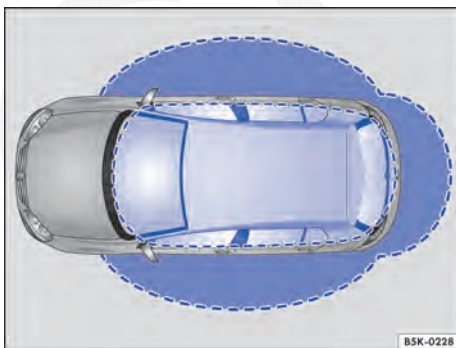

Fig. 29 Sistema de travamento e de partida Keyless Access sem chave: áreas de aproximação.
Keyless Access é um sistema de travamento e de partida sem chave, com o qual o veículo pode ser destravado e travado sem o uso efetivo da chave do veículo. Para isso, é necessário que apenas uma chave do veículo válida esteja na área de aproximação ⇒ Fig. 29 do veículo e que uma superfície dos sensores nas maçanetas das portas dianteiras ⇒ Fig. 30 seja tocada, ou o logo Volkswagen da tampa do compartimento de bagagem ⇒ Página 59 seja acionado ⇒ ①.
Se houver uma chave do veículo válida numa área de aproximação ⇒ Fig. 29, o sistema de travamento e de partida sem chave Keyless Access atribui uma autorização de acesso a essa chave assim que a superfície do sensor da maçaneta da porta do condutor ou do passageiro dianteiro for tocada ou o logo Volkswagen da tampa do compartimento de bagagem for tocado. Em seguida, são possíveis as seguintes funções sem o uso efetivo da chave do veículo:
Quando o veículo está travado e uma chave do veículo válida se encontra na área de aproximação ⇒ Fig. 29 da tampa do compartimento de bagagem, esta destrava automaticamente ao ser aberta.